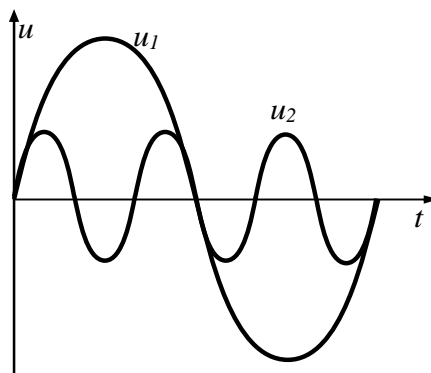

Рис. 2.7
**2.15.** На рис. 2.7 показана зміна вихідної напруги двох генераторів. Вказати, який з генераторів має менше число пар полюсів, якщо частота обертання в них однакова.